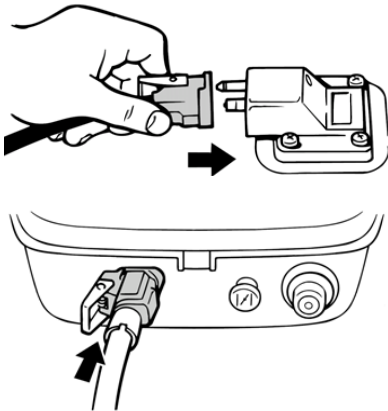

Рис.12 Подключение внешнего топливного бака
1. Подключите внешний топливный бак к двигателю с помощью топливного шланга (Рис. 12).